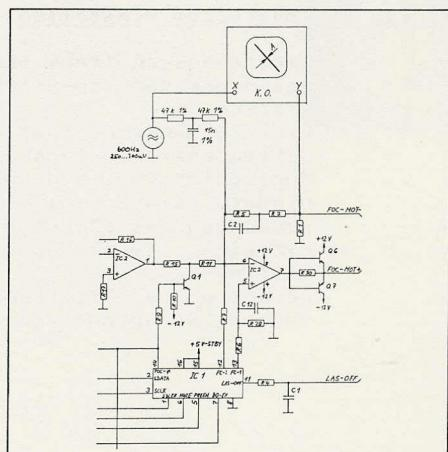

Fig. 4.16
- NF- Generator an X- Eingang eines Oszilloskopes und über ein R-C-R- Glied (gem. Fig. 4.16) an Pin 6 von IC2 (auf 1.769.310/315) anschliessen ($f = 600\text{Hz} \pm 5\text{Hz}$, $U = 250 \dots 300\text{mV RMS}$).